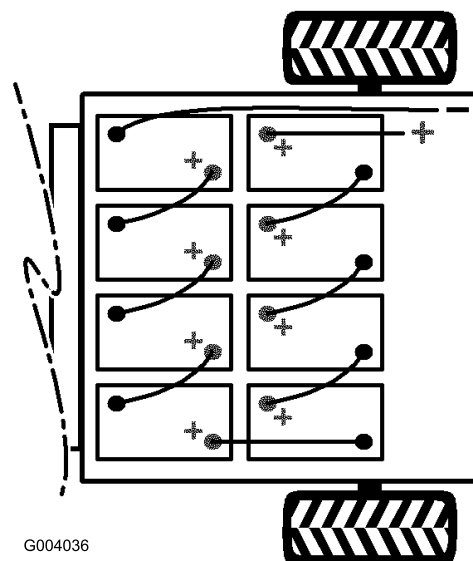

図 38
2. バッテリーと車体を接続している長いマイナス・ケーブル（黒）をバッテリー端子から外す（図 38）。
3. バッテリーと車体を接続している長いプラス・ケーブル（赤）をバッテリー端子から外す（図 38）。
**注** バッテリーを新しく積み込む場合には、極性に十分注意してください（図 38）。
9. 図 38 に示すように、先ほど外したバッテリー・ケーブルで、バッテリーを相互に接続する。
10. プラスのメイン・ケーブル（赤）でバッテリーを車両に接続する（図 38）。
11. マイナスのメイン・ケーブル（黒）でバッテリーを車両に接続する（図 38）。